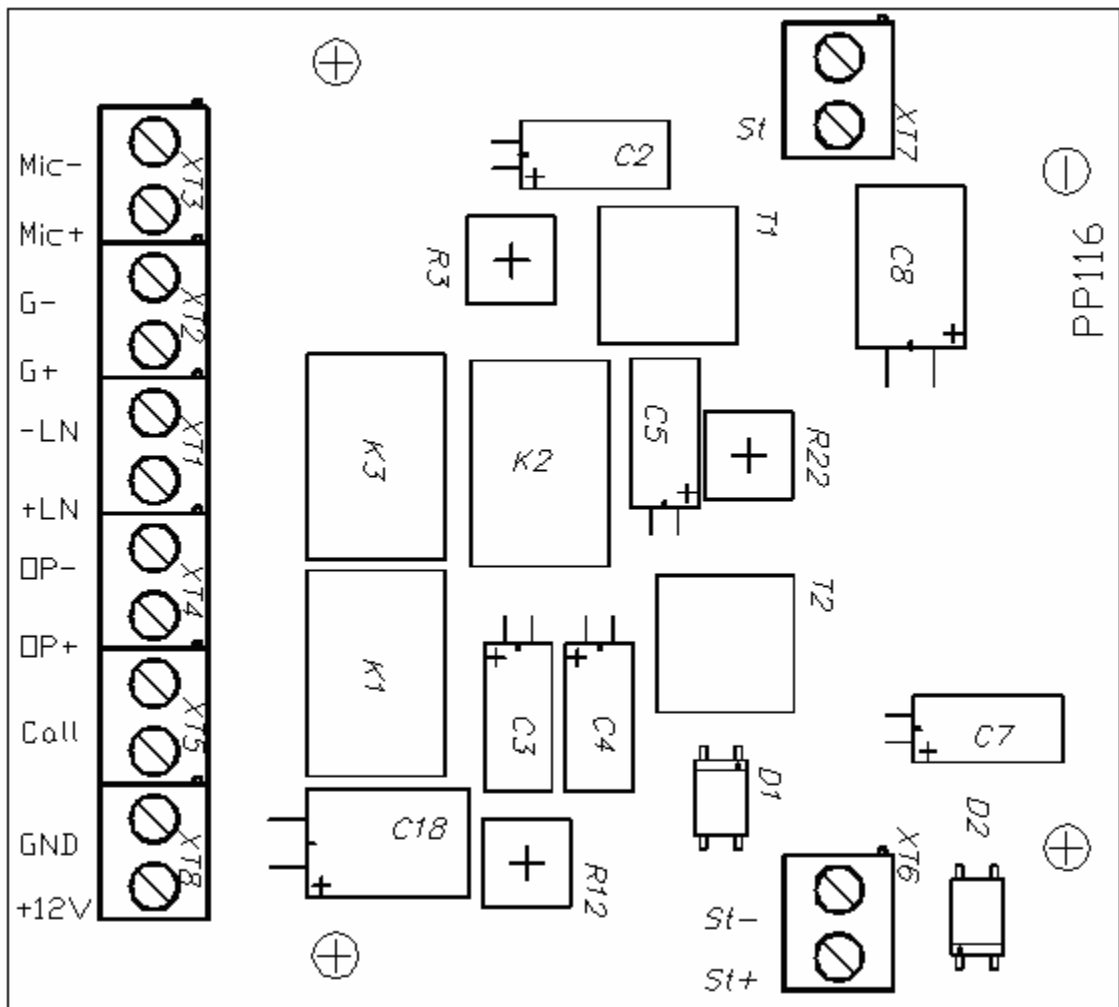

Рис. 2 Вид платы PE113 блока сопряжения.
7.2.8 При проведении монтажных работ и проверки дуплексной связи “диспетчер - посетитель” может возникнуть необходимость изменения громкости звука динамиков блока вызова и диспетчерского устройства. Регулировку громкости динамика блока вызова производить подстроечным резистором R3, регулировку громкости динамика диспетчерского устройства производить подстроечным резистором R22 (см. рис.2). Если в звуковом канале блока вызова возникнет самовозбуждение, необходимо подрегулировать подстроечный резистор R12.